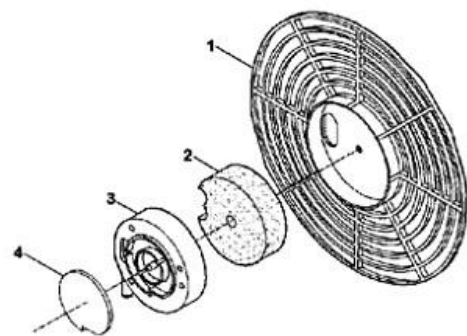

Fig. 8
Filtri di aspirazione e mandata aria Ogni 500 ore: controllare i filtri. Smontare la griglia posteriore (1), lavare il filtro di aspirazione (2) usando un detergente leggero e asciugarlo accuratamente prima di rimontarlo. Rimuovere il coperchio (3) e sostituire il filtro di mandata (4) (Fig. 8).